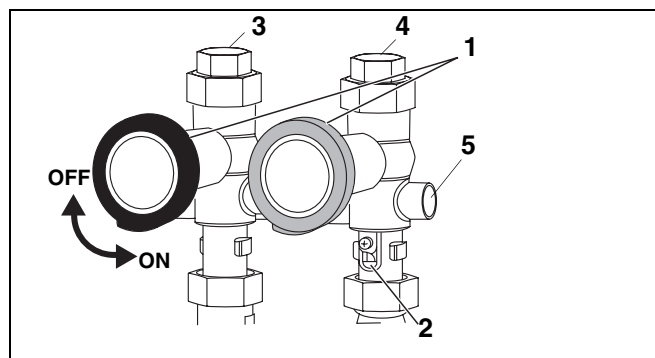

Fig. 1 Mandata e ritorno
Per riempire meglio l'impianto, aprire manualmente la valvola di non ritorno della mandata della caldaia. A questo scopo, ruotare l'intaglio della vite (fig. 1, **pos. 2**) sulla valvola di non ritorno in posizione verticale. Verificare che i rubinetti a sfera (fig. 1, **pos. 1**) di mandata (fig. 1, **pos. 4**) e di ritorno (fig. 1, **pos. 3**) siano aperti!
In caso di set del circuito di riscaldamento dotato di miscelatore (HSM), inserire la sonda di mandata del circuito di riscaldamento nel pozzetto ad immersione (fig. 1, **pos. 5**).